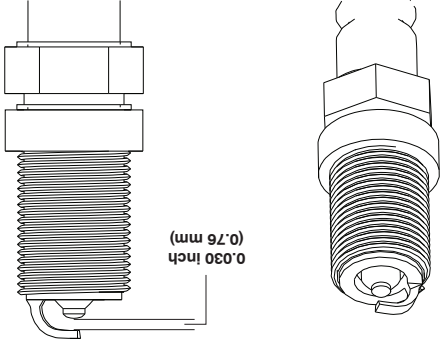

Figure 29
11. Régler l'écartement sur la bougie à 0,030 po (0,76 mm) (Figure 29).